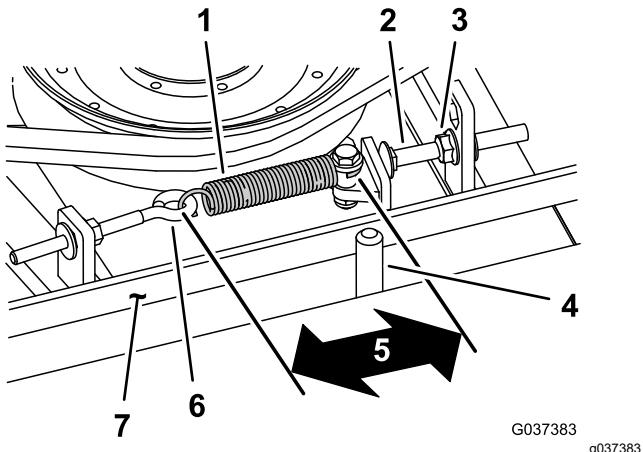

Bild 83
Bei richtiger Spannung sollte die Messung innen an der Verlängerungsfeder (Haken zu Haken) ungefähr $8,3 \text{ cm} \pm 9,5 \text{ cm}$ betragen. Wenn die Federspannung richtig ist, stellen Sie die Anschlagschraube (Schlossschraube) ein, bis der Abstand zwischen dem Schraubenkopf und dem Spannarm ungefähr 2-5 mm beträgt (Bild 83).
Hinweis: Achten Sie darauf, dass der Riemen auf der Federseite der Riementführung positioniert ist (Bild 83).
2. Lockern Sie den Augenbolzen (Bild 83).
3. Lösen Sie die Bundmutter, mit der die Anschlagschraube an der Befestigungsnase befestigt ist, und schieben Sie die Spannscheibe vom Riemen weg (Bild 83).
9. Setzen Sie die Verlängerungsfeder (Bild 83) wieder in den Augenbolzen ein und spannen Sie den Riemen wie folgt: